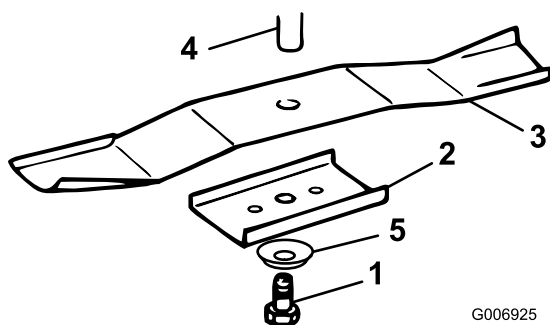

Figura 32
3. Togliete il bullone (chiave 5/8 pollice), rondella curva, ancoraggio e lama (Figura 32). In sede di rimozione
- Montate le lame, i fermi, le rondelle curve (lato concavo verso la lama) ed i bulloni delle lame (Figura 32).